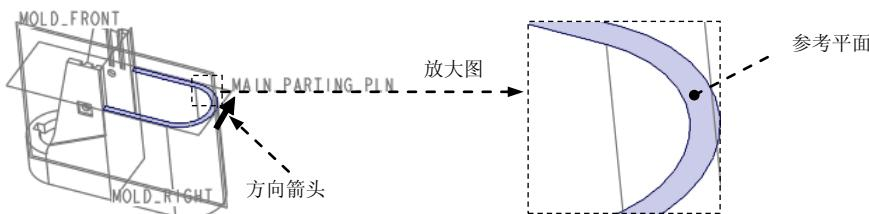

图 19.4 定义草绘平面
(1) 选择命令。单击 **模具** 功能选项卡 **形状** ▾ 区域中的 **拉伸** 按钮。
(2) 定义草绘截面放置属性。在绘图区中右击，从快捷菜单中选择 **定义内部草绘...** 命令，系统弹出“草绘”对话框，然后选择 **MOLD_FRONT** 基准平面作为草绘平面，接受图 19.4 中默认的箭头方向为草绘视图方向，然后选取图 19.4 所示的模型表面为参考平面，方向为 **上**，单击 **草绘** 按钮，系统至此进入截面草绘环境。